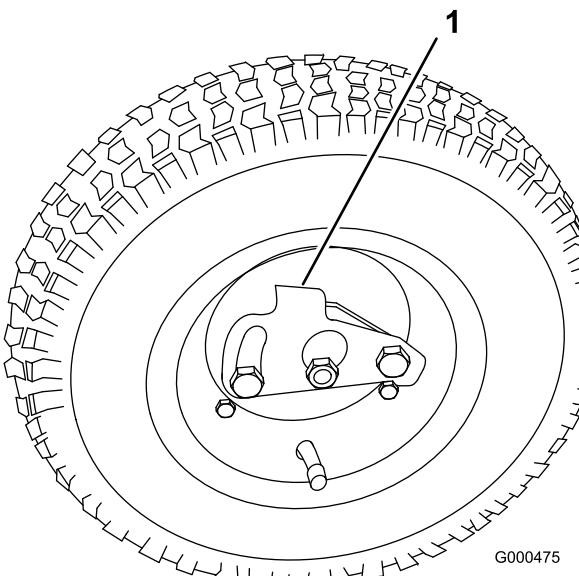

Рисунок 8
- Отожмите стопор к центру колеса и наденьте колесо на шестигранный вал (Рисунок 8).